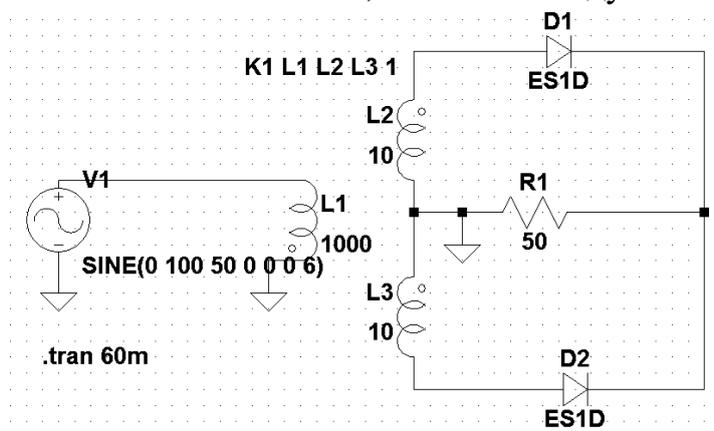

Рис. 1. Схема выпрямителя при работе на активную нагрузку
- Создайте схему выпрямителя с активной нагрузкой (рис. 1). Особенностью схемы является наличие трансформатора со средней точкой. Для его создания берём три индуктивности L1 и L2, L3, которые будут имитировать индуктивность первичной и вторичных обмоток трансформатора. В *SPICE* принята модель, согласно которой связь между обмотками определяется фиктивным схемным компонентом, который называется коэффициентом связи  $K$  между обмотками. Если  $K = 1$ , то связь между обмотками - полная.
Щёлкнув левой кнопкой мышки по кнопке «ОК», переносим введённую строчку в окно редактора схем (рис. 1).
Создайте схему выпрямителя (рис. 1).